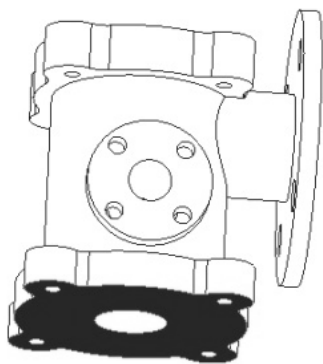
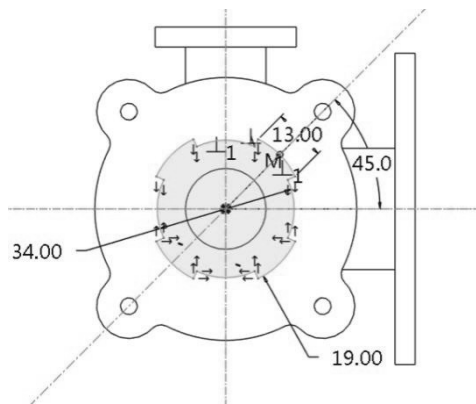

图 4-182 指定绘图平面
图 4-183 中心切除剖面
(2) 创建拉伸特征: 指定图 4-182 所示平面为绘图平面。绘制如图 4-183 所示的截面, 完成后, 在操控面板上单击 按钮, 拉伸方向向上, 选择拉伸方式为 , 拉伸深度为 24。设置